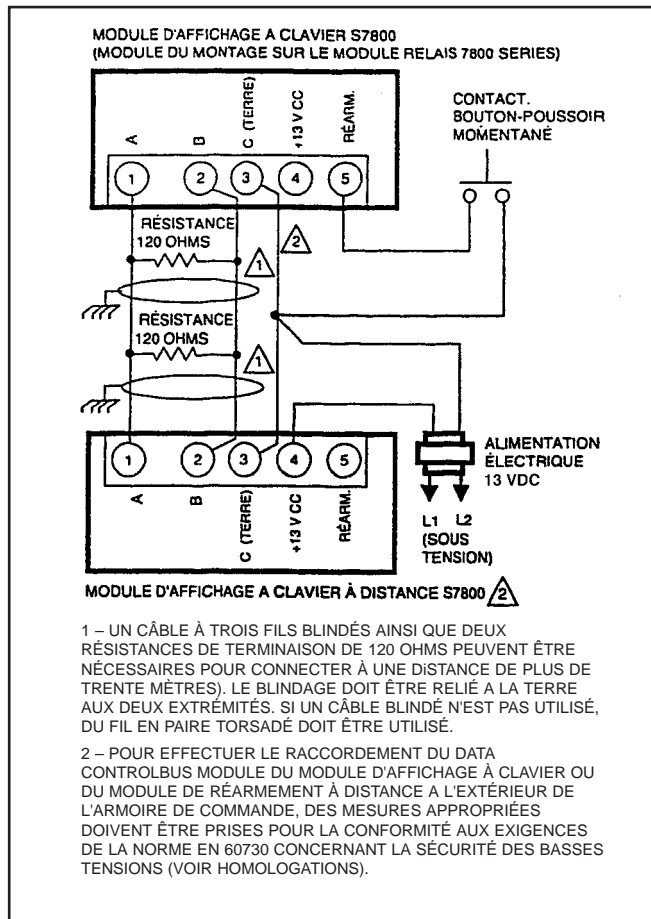

Fig. 4. Câblage du DATA CONTROLBUS MODULE™ avec module d'affichage à distance.
b. Pour le câblage correct du module d'affichage à touches installé à distance, voir fig. 4 ou 5, ou les caractéristiques techniques du module d'affichage à touches (65-0166), du DATA CONTROLBUS MODULE™ (65-0091) ou de la rallonge de câble (65-0131).
3. Tout le câblage doit être conforme à la législation en vigueur à l'époque. Le module d'affichage à touches, le DATA CONTROLBUS MODULE™ (pour installation à distance), ou le module de réarmement à distance (pour le réarmement à distance) doivent être câblés selon une configuration en guirlande, (1(a)-1(a), 2(b)-2(b), 3(c)-3(c)). L'ordre d'interconnexion de tous les appareils indiqués ci-dessus n'est pas important. Il faut néanmoins se rappeler que les modules situés aux extrémités de la guirlande nécessitent une terminaison à résistance de 120 ohms (1/4 de watt au minimum) entre les bornes 1 et 2 des connecteurs électriques, pour les liaisons de longueur supérieure à 30 mètres (voir fig. 4 et 5).